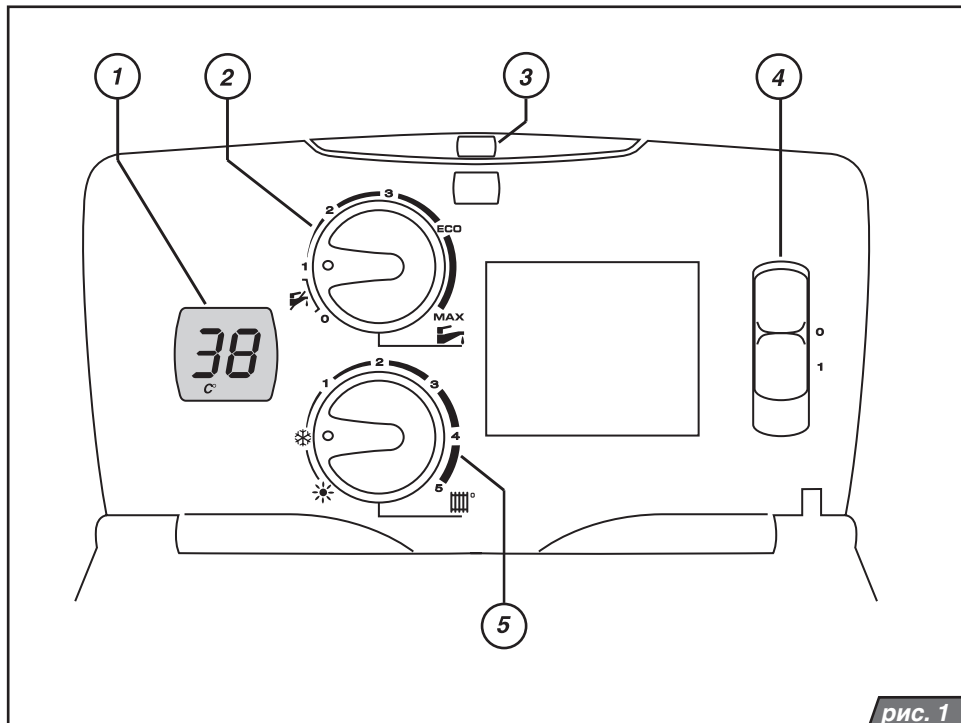

рис. 1
Описание основных элементов управления (рис. 1):
Над панелью управления мигает красный светодиод (рис. 1, поз. 3), а на дисплее код F4.
В моменте запуска котла произошла потеря пламени в связи с нарушением подачи газа – над панелью управления мигает красный светодиод (рис. 1, поз. 3) и код F1 на дисплее.
Главный выключатель (рис. 1) переместите в положение (I). Дисплей засветится.
В случае отключения котла в целях безопасности, при погашении пламени или в результате реакции защитного термостата на панели управления загорится красная лампочка, сигнализирующая неисправность, (рис. 1, поз. 3). В случае погашения пламени котел можно разблокировать с помощью главного выключателя посредством его перемещения в положение (0), а через несколько секунд переключить его назад, в положение (I). Если защитное отключение повторяется через короткие промежутки или же невозможно произвести RESET котла посредством главного выключателя, обратитесь в сервисный центр.
Главный выключатель (рис. 1) поверните в положение (0).
Если после возобновления подачи электрической энергии на панели управления загорится красный светодиод (рис. 1, поз. 3), действуйте согласно рекомендациям, приведенным в главе Запуск и отключение котла.